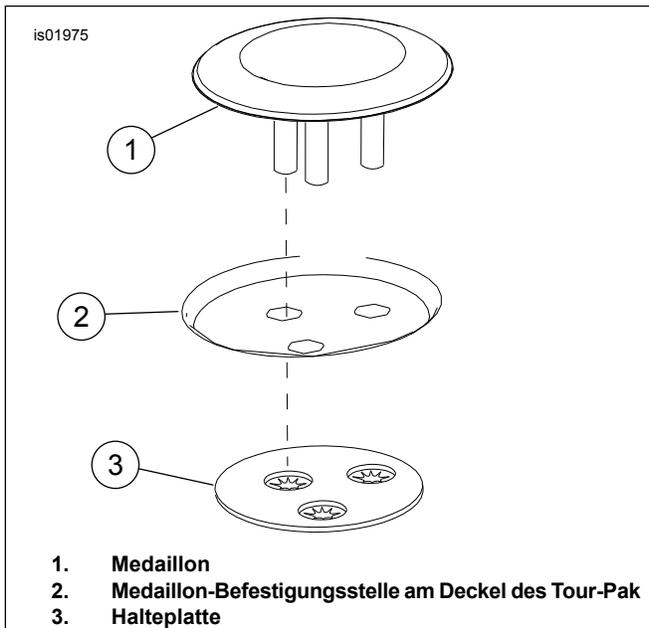

Abbildung 3. Anbringen des Medaillons
12. Siehe Abbildung 3. Das Medaillon (1) an der vorgesehenen Stelle auf dem Tour-Pak-Deckel (2) anbringen und mit der Halteplatte (3) befestigen. Das Medaillon dabei fest an den Tour-Pak-Deckel andrücken und die Halteplatte auf die Stifte des Medaillons aufsetzen. Die Halteplatte fest an den Tour-Pak-Deckel andrücken, sodass das Medaillon fest sitzt.